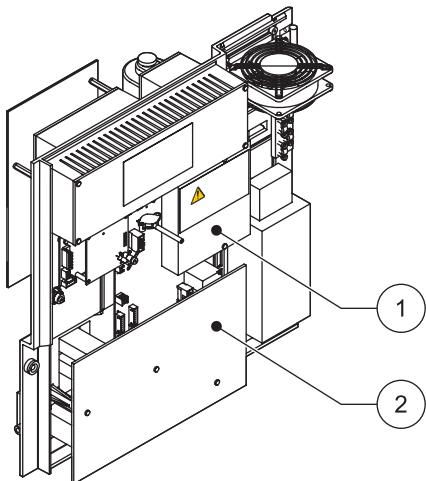

图 11 拆下防护罩
有关拆下防护罩的信息，请参见图 11。
3. 除去防护罩上的两枚螺钉并取下防护罩（项目 1，位于第 20 页上的图 11）。
6. 取下固定底部面板盖的三枚螺钉（项目 2，位于第 20 页上的图 11）。拆下面板。
3. 拆下防护罩（位于第 20 页上的图 11）。